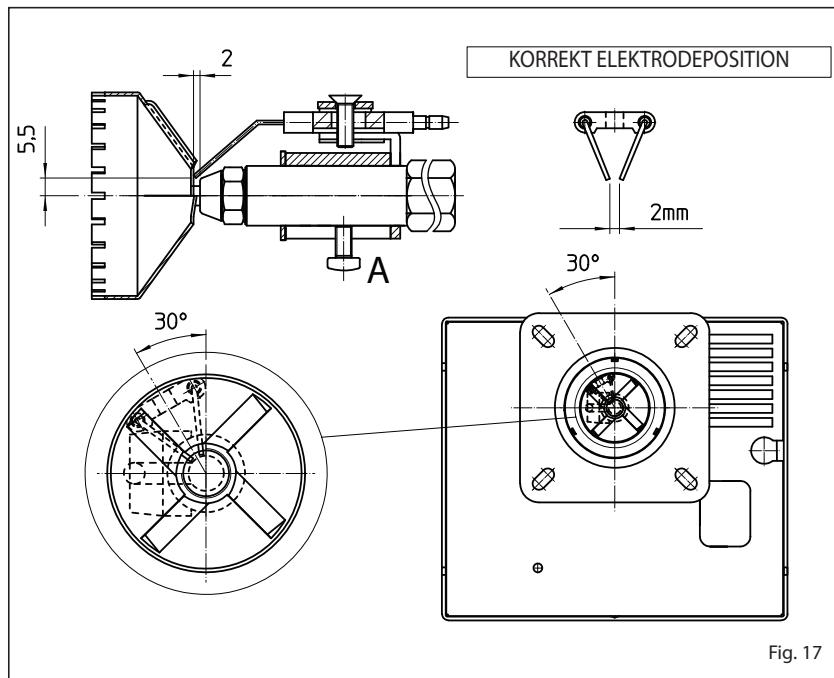

Fig. 17
#### 4.7.2 Rengøring af forbrændingsaggregat (fig. 17)
Gør som følger, for at afvikle rengøring af forbrændingsaggregatet (fig. 17):
- Løsn fæsteskruen (A fig. 17) på elektrodernes understøtning og træk den ud.